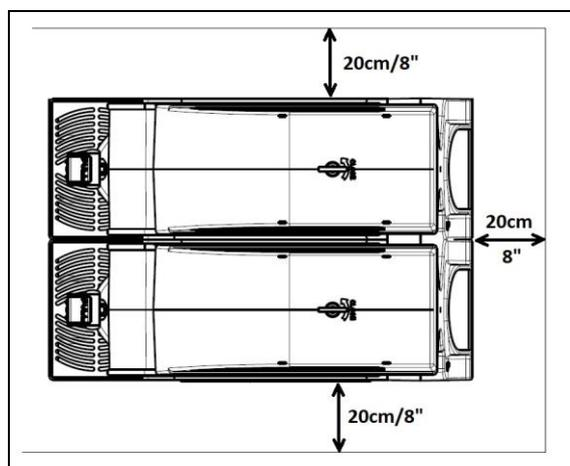

Fig. 20
b) Poser l'appareil sur une surface horizontale et solide de manière à ce que la carrosserie de l'appareil soit bien ventilée (au moins 20 cm d'espace libre, fig.20), installer l'appareil dans un environnement sec et éviter de l'installer près d'une source de chaleur. **La température ambiante d'utilisation de la machine doit être comprise entre 24°C et 32°C (entre 75°F et 90°F).**